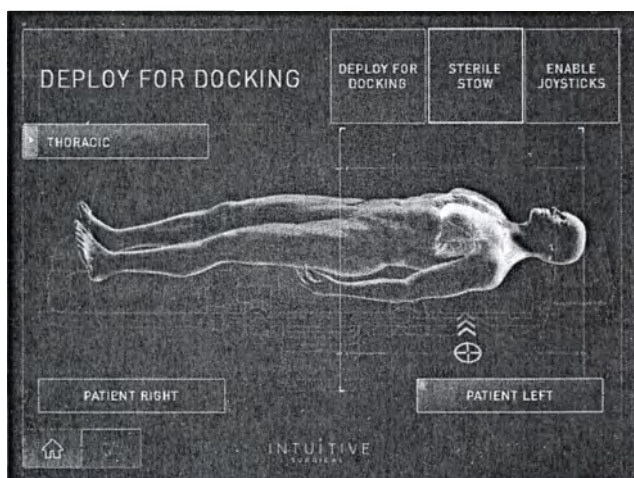

Рисунок 6.27 Стерильное складывание
- А. **Стерильное складывание.** На сенсорной панели стойки пациента нажмите и удерживайте кнопку **Sterile Stow** («Стерильное складывание») (Рисунок 6.27). Стойка пациента приводится в сложенное положение с поддержкой стерильности: манипуляторы складываются и приводятся к основанию стойки, не касаясь ее во избежание нарушения стерильности.